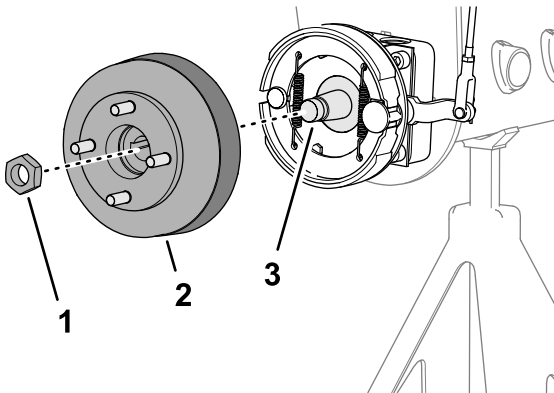

**Bild 69**
2. Führen Sie die Passfeder in die Nut der Radmotorwelle ein (**Bild 69**).